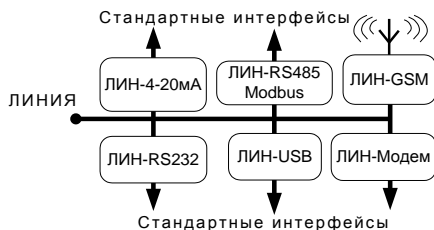

Рисунок 4
- системам автоматизации и коммерческого учета, использующим контроллеры, персональный компьютер. При этом, используются адаптеры, преобразующие сигналы линии питания-связи в сигналы стандартных интерфейсов – RS232, RS485, GSM, USB и другие (рисунок 4).